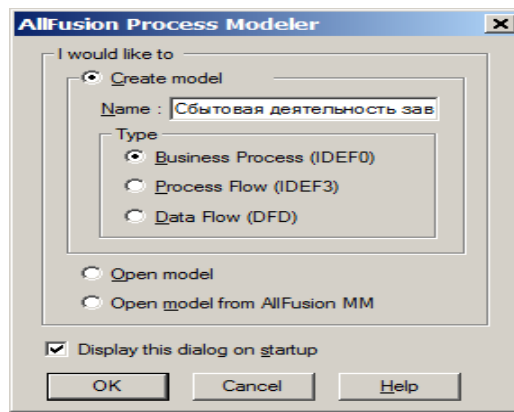

Рис. 22. Окно I would like to
3. Появляется диалоговое окно *I would like to* (рис. 22). Внесите имя модели (*Name*) «Сбытовая деятельность завода стройматериалов» и выберите тип *Type – Business Process (IDEF0)*. Нажмите кнопку *OK*.